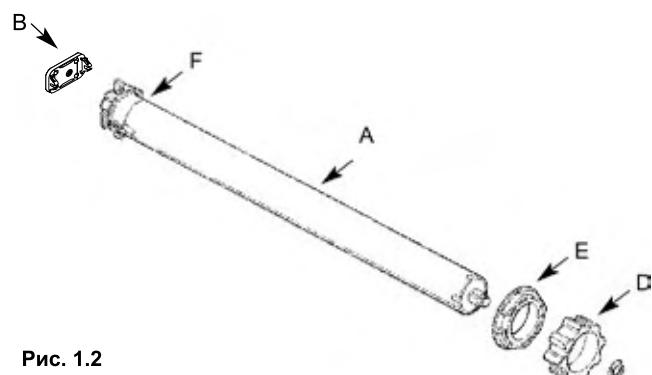

Рис. 1.2
1. Установите кольцо конечного положения (E) на корпус электродвигателя (A), зафиксировав его в кольце холостого хода (F) (рис. 1.2). Убедитесь в том, что оба паза совмещены. Перемещайте до упора, как показано на рисунке 1.3.
3. Вставьте собранный электродвигатель в октагональный вал таким образом, чтобы кольцо конечного положения (E) полностью вошло в вал. Прикрепите адаптер (D) к валу при помощи винта M4x10, чтобы избежать возможного скольжения или осевого смещения электродвигателя (рис. 1.4). Закрепите оголовок двигателя на креплении (B) (рис. 1.2).